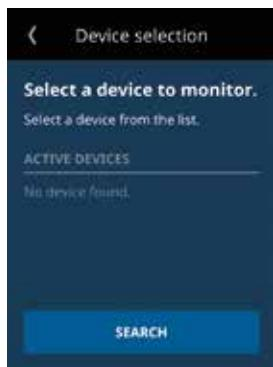

Figura 7A - Tela conexão bluetooth
5. O aplicativo solicitará a conexão com o VFD EH ou VFD EM disponível no local. Para isso, habilite o *Bluetooth* 4.0 (BTLE) do seu dispositivo e clique em **SEARCH** para encontrar o produto, conforme Figura 7A.